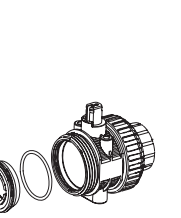
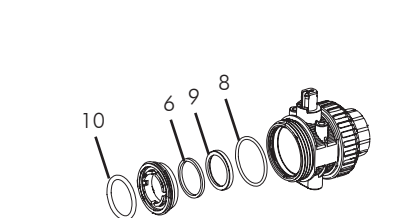
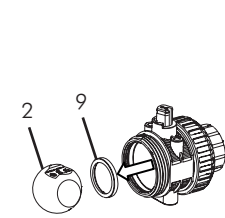

Fig.07
Fig.08
Fig.09
- En caso de desgaste de algún componente de la válvula, Vd. podrá sustituirlo desmontando el conjunto cuerpo. Para ello proceda igual que con la regulación pero gire en sentido de las agujas del reloj hasta que el portajuntas (12) quede libre Fig.07. Llegado a este punto podrá sustituir cualquiera de las juntas del cuerpo (8), (9), (6) Fig.08. Girar el eje hasta colocar la bola en posición de cerrado; extraer la bola (2) y sacar el anillo asiento de bola (9) Fig.09.
In caso di questo o usura di qualsiasi componente della valvola, potrà essere sostituito smontando il corpo. Per effettuare tale operazione procedere nello stesso modo descritto per la regolazione della guarnizione, però in questo caso è necessario girare in senso orario fino a che il portaguarnizioni (12) lo lascerà libero Fig.07.
Im Falle des Verschleisses eines Teils des Ventils können Sie dieses ersetzen, indem Sie das Gehäuse demontieren. Dazu gehen Sie wie bei der Druckjustierung vor, drehen jedoch im Uhrzeigersinn, bis die Dichtung (12) freiliegt (siehe Fig.07). An diesem Punkt angekommen, können Sie jede Dichtung (8,9,6) des Gehäuses ersetzen (siehe Fig.08).
Drehen Sie die Achse, bis sich die Kugel in der Position "geschlossen" befindet; entfernen Sie die Kugel (2) und zuletzt entfernen Sie den Sitzring der Kugel (9), (siehe Fig.09).